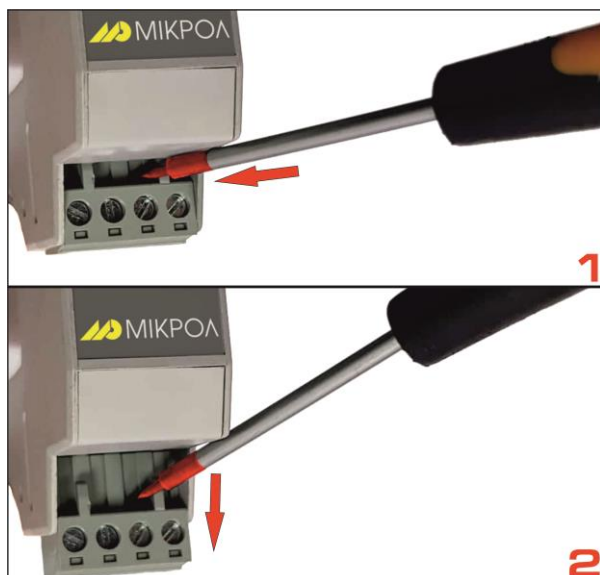

Рисунок 3.3 – Схема виймання роз'єму-клеми з допомогою плоскої викрутки
3.2.5 Виконайте зовнішні підключення до блоку згідно з рисунком 3.4. Підключення здійснюється за допомогою з'єднувачів під гвинт. Також, для зручності, роз'єм-клему можна виїняти з допомогою плоскої викрутки. (див. рисунок 3.3)